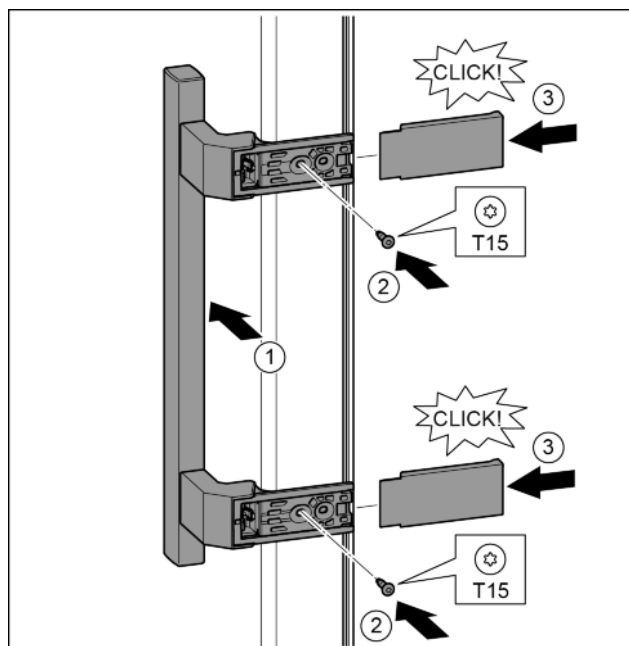

Fig. 34
- Applicare la maniglia sul lato opposto. *Fig. 34 (1)*
- Serrare le viti con il cacciavite T15. *Fig. 34 (2)*
- Applicare le coperture lateralmente e inserirle spingendo. *Fig. 34 (3)*